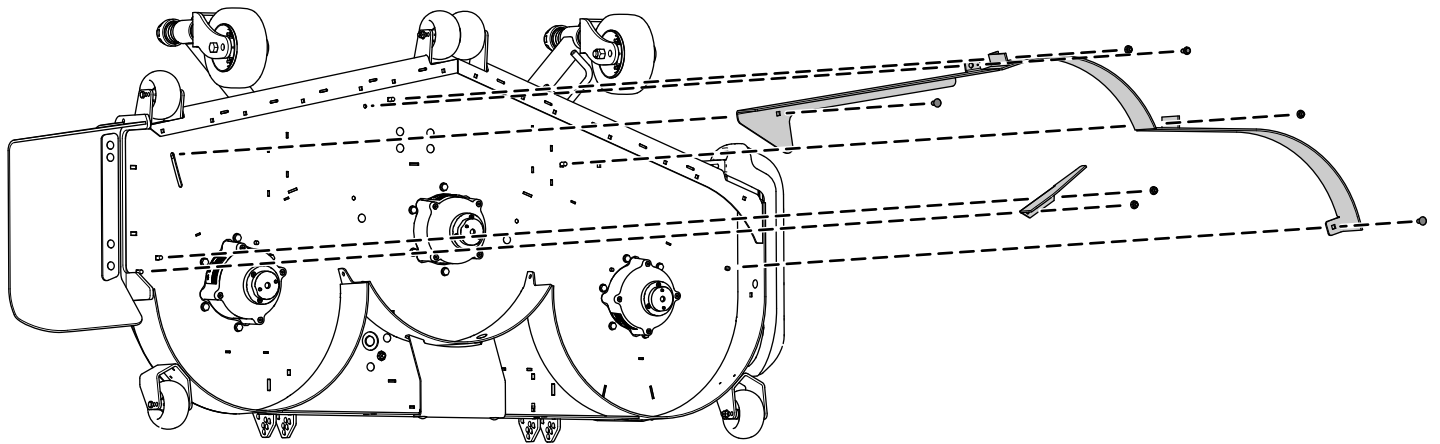

Figure 2
1. Retirez les 2 écrous à embase qui fixent les déflecteurs en place (Figure 2).
2. Retirez les 2 boulons et les 2 écrous du déflecteur d'éjection réglable (Figure 2).
3. Retirez les 3 boulons et les 3 écrous qui fixent les déflecteurs en place (Figure 2).